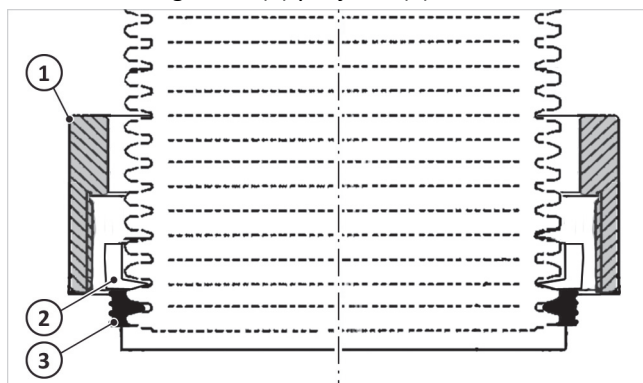

Fig. 10: Unión roscada instalada
3. Según → fig. 10 introduzca en el extremo inferior de la conexión de salida de humos la tuerca de racor (1), el anillo de seguridad (2) y la junta (3).
5. Conecte la pieza de conexión para la salida de humos (véase → fig. 10) con la tuerca de racor mirando hacia abajo.